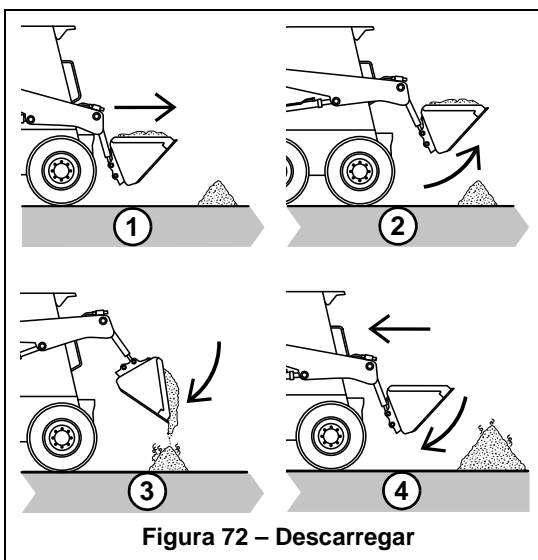

Figura 72 – Descarregar
1. (Figura 72) Aproxime-se do monte com o balde o mais baixo possível.